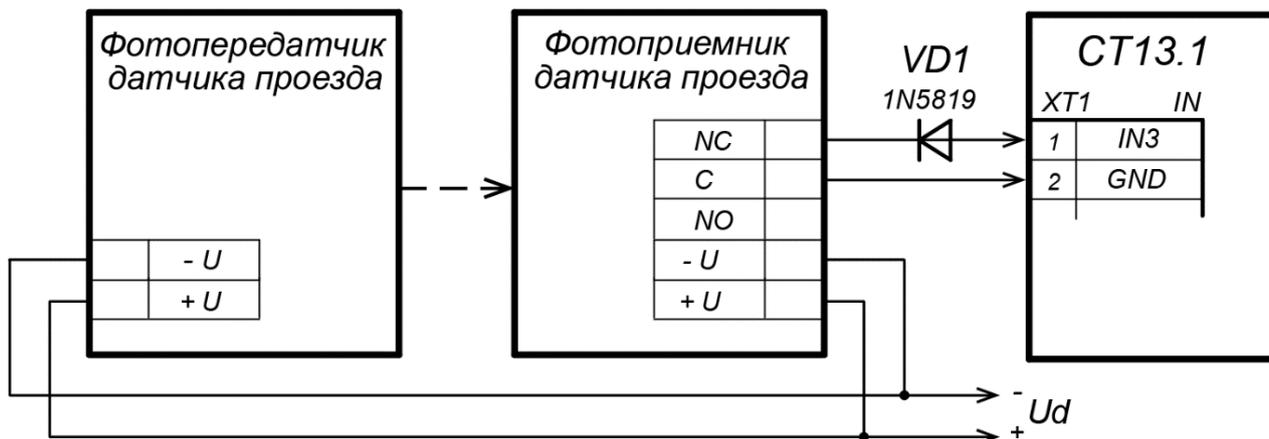

Рисунок 19. Пример схемы подключения датчика проезда
3. Датчик проезда подключается к клеммной колодке **XT1** нижней платы контроллера согласно схеме, представленной на рис. 19. Для подключения используйте тип кабеля №4 (см. табл. 3). При подключении нескольких датчиков их выходы включаются последовательно.